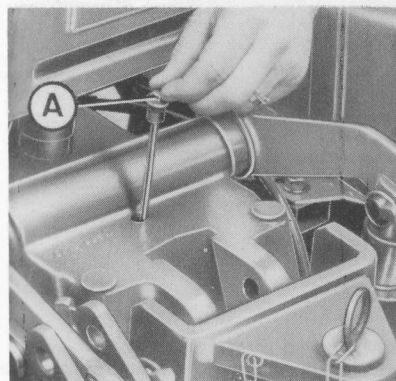

Fig. 21 - Contrôle du niveau huile du carter de relevage
Ce n'est qu'après démontage et remontage d'une partie du circuit hydraulique qu'il peut être nécessaire de refaire le niveau en introduisant un complément d'huile par l'orifice du bouchon (A), Fig. 21, qui est muni d'une jauge et qui est situé à l'arrière du carter du relevage.